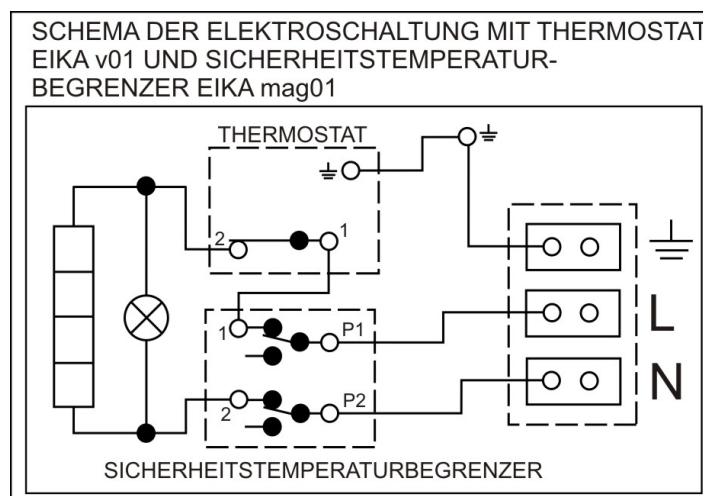

Abbildung 8
Der Anschluss ist laut Anschlusschema auszuführen. Der werkseitig vorgenommene Anschluss darf nicht geändert werden! (Abbildung 8). Die elektrischen Teile des Warmwasserbereiters sind von Schutzklasse IP 44. Die Leistungsaufnahme des Heizkörpers beträgt 2000 W (OKHE ONE 50-120), 1100 W (OKHE ONE 30).
- Das Schema für den elektrischen Anschluss ist dem Wassererhitzer beigelegt, es befindet sich an der Abdeckung der Elektroinstallation (Abbildung 8).